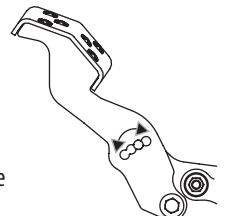

Figure 43
- Réinstallez le matériel précédemment retiré et serrez l'écrou à 28-35 N-m (28-35 lb-pi). Voir Figure 43.